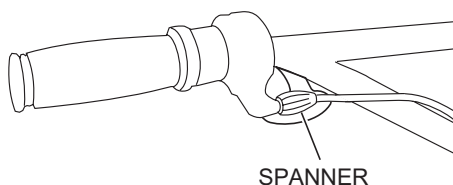

Abbildung 10. Spanner
6. Die Zugspannung durch Drehen des Spanners einstellen (Abbildung 10).